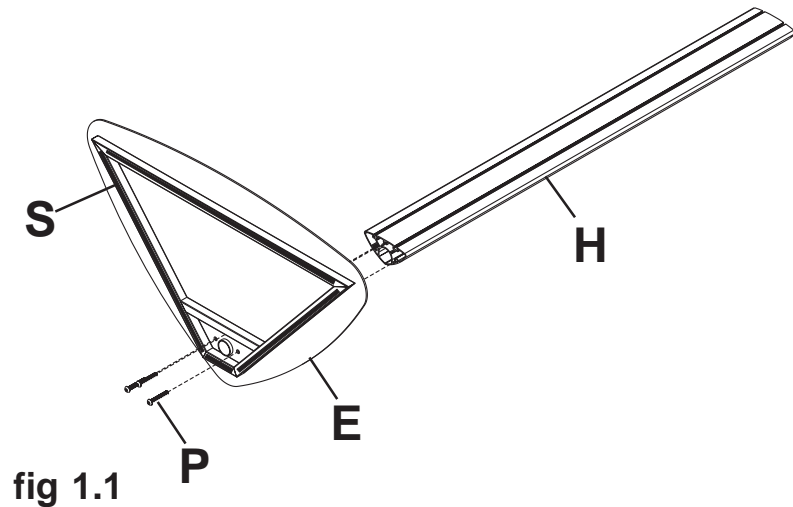

fig 1.1
- 1** Corte el fieltro adhesivo (**S**) en cuatro, como se muestra en la ilustración 1.1, y fíjelo a la parte inferior de la base (**E**).